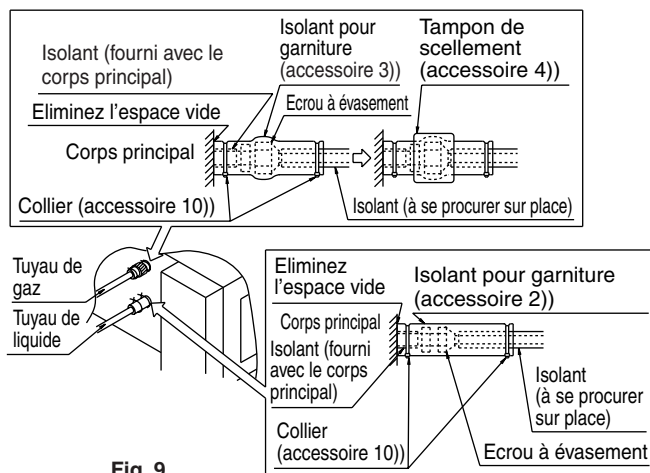

Fig. 9
- Après avoir vérifié que le gaz ne fuit pas des raccords de tuyauterie, veillez à isoler les tuyaux de liquide et de gaz en vous rapportant aux Fig. 9 et 10 ainsi qu'aux points suivants.